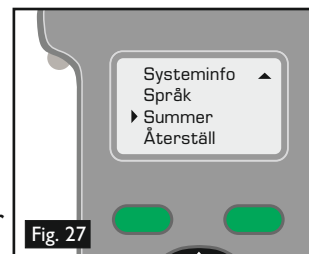
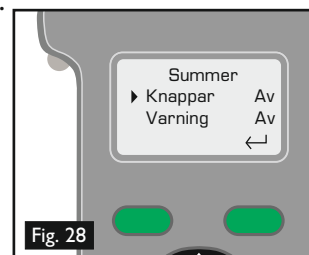

Fig. 27
Fig. 28
- Inaktivera ljudet genom att trycka på MENY och använd sedan UPP och NER  på knappsatsen för att gå till Summer (fig. 27). Välj därefter alternativet med ENTER . ENTER använder du också för att välja PÅ eller AV för ljuden Knappsats och Varning (fig. 28).